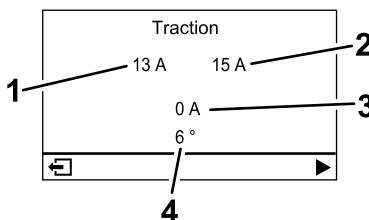

図 19
- **トラクションモーター画面 (図 19)**: 現在のステアリング角度と各トラクションモーターに割り当てられたアンペア数が表示されます。